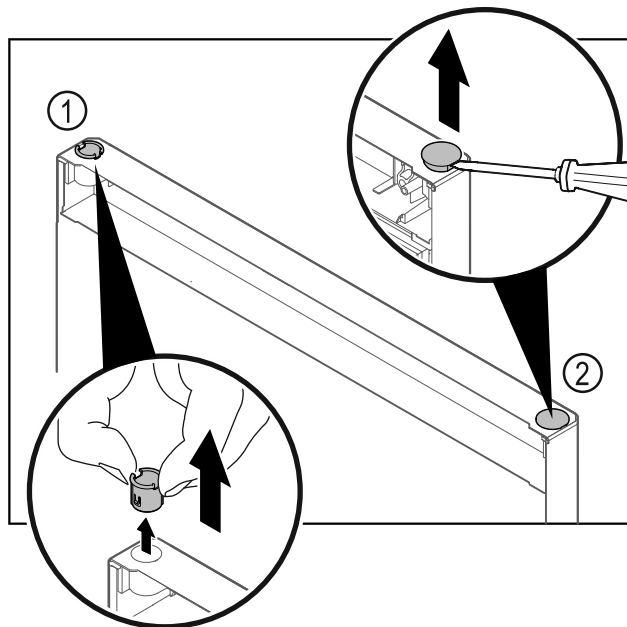

Fig. 27
- ▶ Pušo tečaja Fig. 27 (1) snemite s prsti.
- ▶ S ploščatim izvijačem previdno dvignite krovni čep Fig. 27 (2) in ga izvlecite.